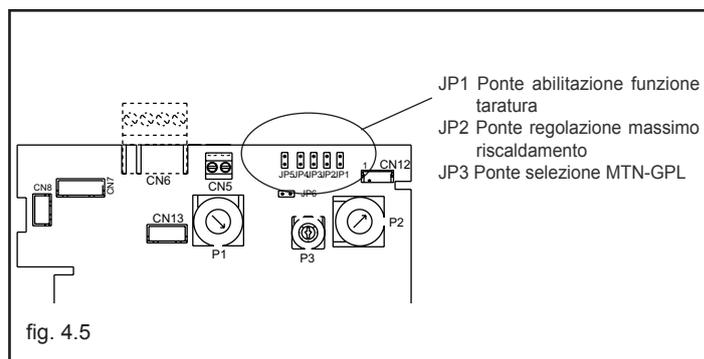

fig. 4.5
**⚠** La funzione "regolazione elettrica" viene attivata e disattivata esclusivamente dal jumper (JP1) (fig. 4.5).
- inserire il jumper JP1 (fig. 4.5) per abilitare le manopole poste sul pannello di comando alle funzioni di regolazioni del minimo e del massimo riscaldamento
- inserire il jumper JP2 (fig. 4.5)
- sulla scheda di controllo (fig. 4.5):